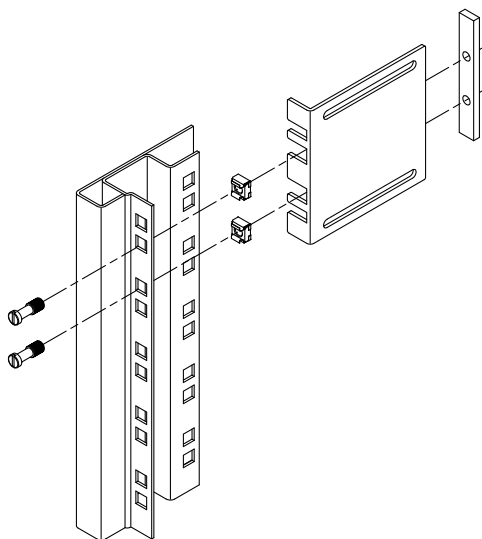

BILD 3-10 Skruva fast monteringsskenorna på racket
7. Placera varje kort monteringsskena i önskad position på rackets *framsida* och sätt fast en monteringsskena på var sida om rackets främre ben (BILD 3-10).
Använd två M6-flänsskruvar och M6-hylsmuttrar (om så krävs) och en gängad list för att skruva fast varje monteringsskena (BILD 3-10).
8. Placera varje lång monteringsskena i önskad position på rackets *baksida* och sätt fast en monteringsskena på var sida om rackets bakre ben (BILD 3-10).